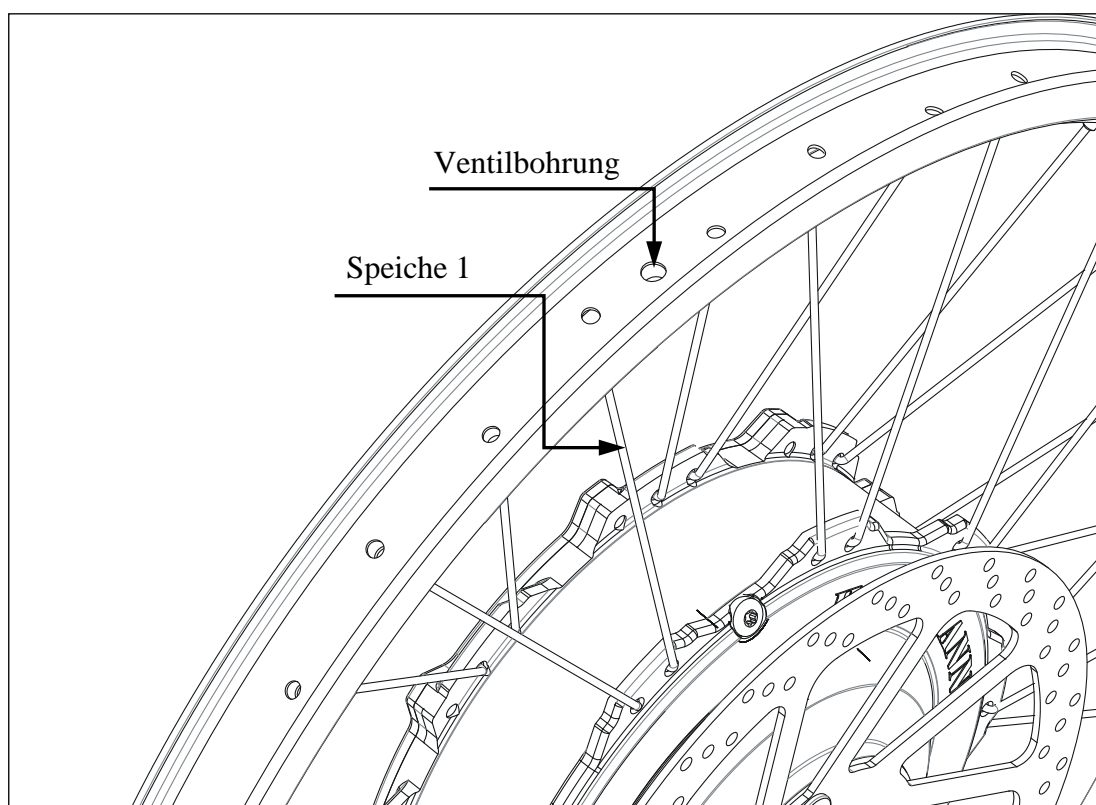

Abb. 4.2 Speichenmuster Vorderrad, Felge 20“ oder 24“, ohne Kreuzung
- Speichen werden nicht gekreuzt (vgl. Abb.4.2).